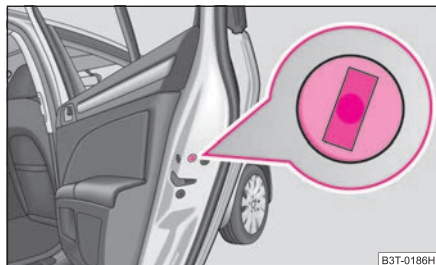

Fig. 28 Puerta posterior: bloqueo de emergencia de la puerta
- Desmonte el paramento ⇒ fig. 28